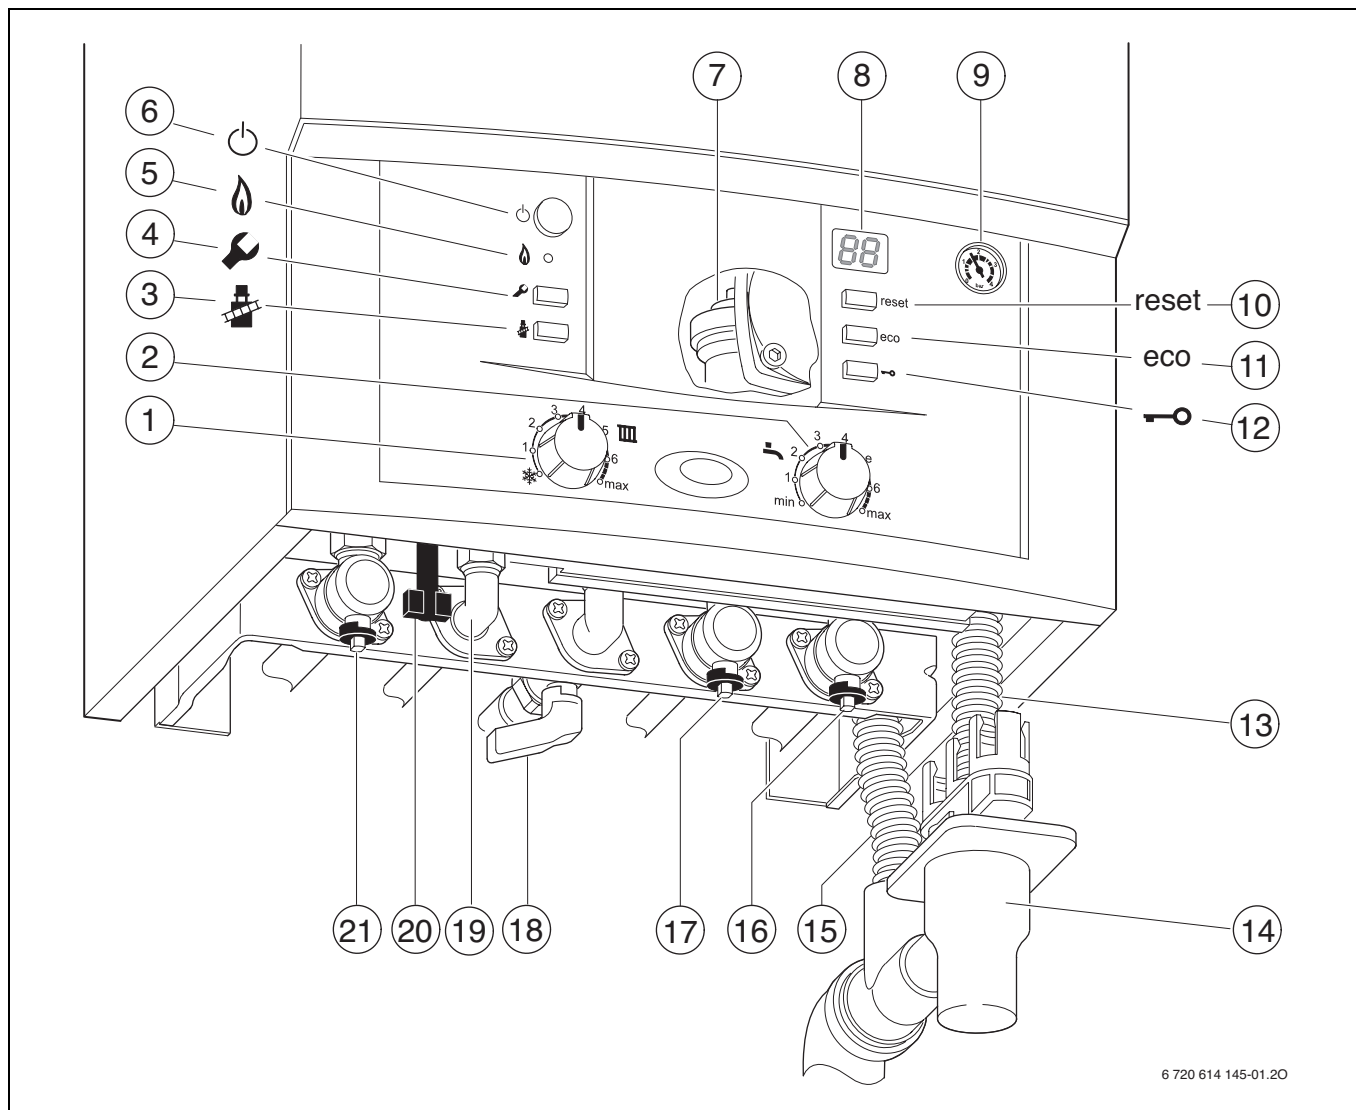

Fig. 29
- ▶ Aprire i rubinetti di mandata e ritorno riscaldamento (→ fig. 29 [21] e [16]), riempire l'impianto di riscaldamento su 1-2 bar e chiudere il rubinetto di carico.
- ▶ Con apparecchi ZWB aprire il rubinetto dell'acqua fredda (→ fig. 29 [17]) e aprire un rubinetto dell'acqua calda finché non esce l'acqua.
- ▶ Aprire il rubinetto del gas (→ fig. 29 [18]).
- ▶ Aprire il disaeratore automatico (→ fig. 29 [7]) e richiuderlo dopo lo sfiato.